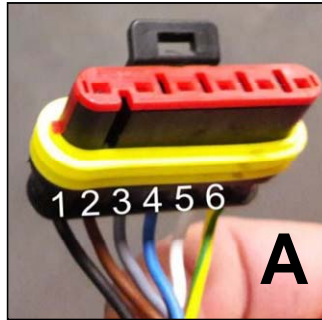
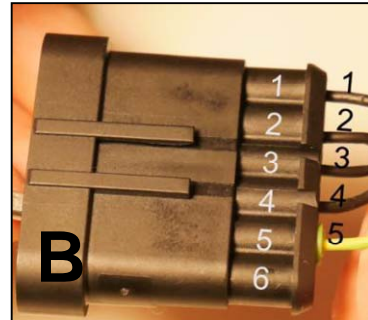

Fig. 38 Conector de la unidad de control
Fig. 39 Conector del panel de control
**IMPORTANTE:** Al volver a montar, preste atención a la posición de cada uno de los cables. Inserte los cables en sus posiciones originales (consulte la Fig. 38 para A y la Fig. 39 para B).